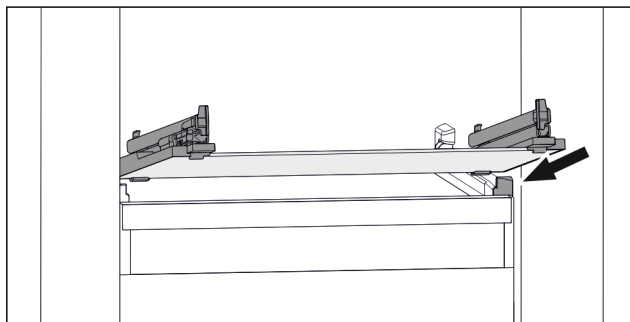

Fig. 115 Eksempel på fremstilling av glassplaten
- ▶ Sett glassplaten på skrå bak stopperne. (se Fig. 115)